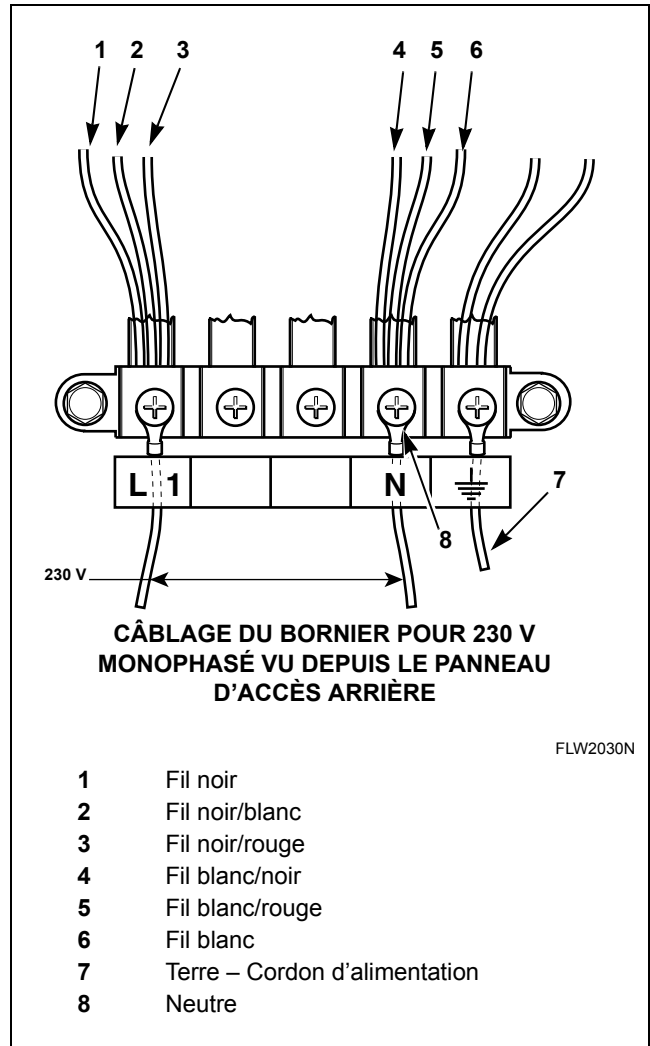

Figure 22
8. Apposer une étiquette 801813, fournie avec la machine, sous le bornier. Se reporter à la *Figure 22*.
9. Raccorder les fils du cordon d'alimentation comme sur la *Figure 22*.